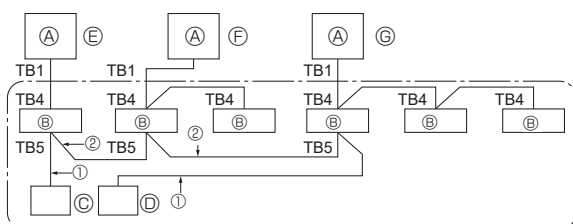

Fig. 9-1
9. Жүйені басқару (Fig. 9-1)
- ③ SW 1 - 3 ~ 6 ҚОСУ